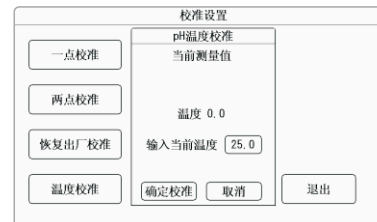

图2-11
- ◆ 温度校准：点击进入温度校准弹出如图2-11所示界面，传感器置于空气中或者溶液中，进入温度校准界面后，点击输入当前温度后面的数值输入温度校准值，待温度读数稳定后，按【确定校准】键执行pH温度校准，按【退出】键返回上级菜单。